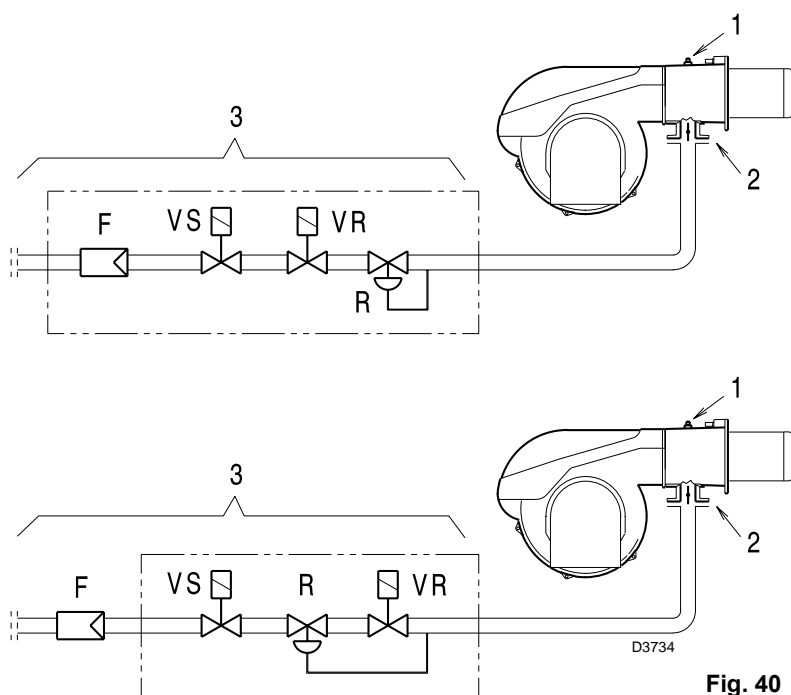

Fig. 40
Perdita di carico farfalla gas 2)(Fig. 40) con apertura massima: 90°.
Perdita di carico rampa 3)(Fig. 40) comprendente: valvola di regolazione VR, valvola di sicurezza VS (entrambe con apertura massima), regolatore di pressione R, filtro F.
- Sottrarre dalla pressione del gas alla presa 1)(Fig. 40) la pressione in camera di combustione.
- Pressione del gas alla presa 1)(Fig. 40) = 11,6 mbar
Per conoscere invece la pressione del gas necessaria alla presa 1)(Fig. 40), fissata la potenza alla quale si desidera funzioni il bruciatore alla potenza massima:
- Leggere sulla destra, colonna 1, la pressione alla presa 1)(Fig. 40).
pressione necessaria alla presa 1)(Fig. 40).